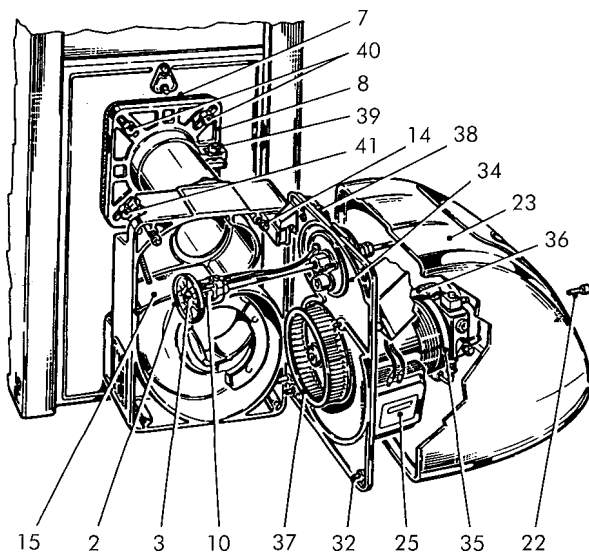

Abb. 16
- Die Schrauben (22) lockern und die Haube (23) abnehmen;
- die unteren Schrauben (32) ganz aufdrehen;
- die oberen Schrauben (14) teilweise aufdrehen;
- die Grundplatte (34) anheben und an die vorgesehene Stelle einhängen, wie in Abb. 16 gezeigt.